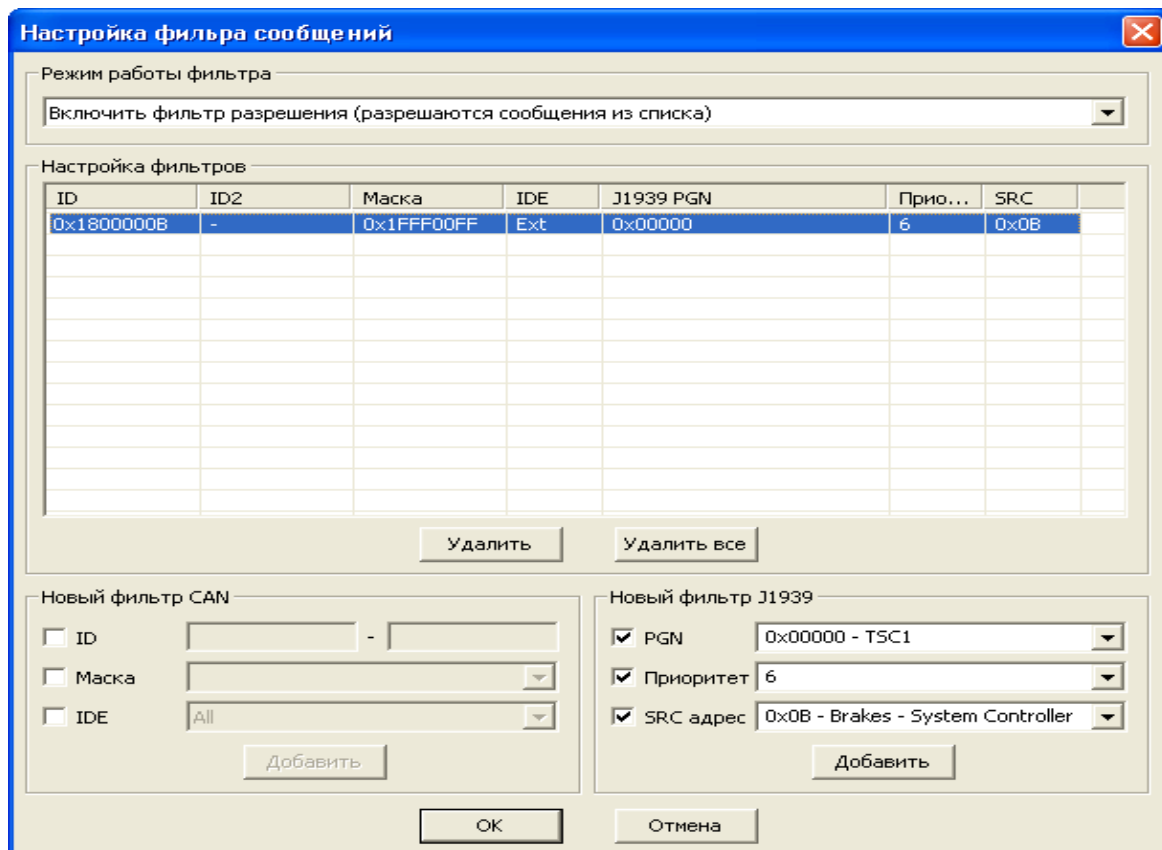

Рис. 7.3
7.3. Диалог «Настройка фильтрации сообщений» (рис. 7.3) предназначен для настройки фильтра принимаемых сообщений в сети CAN.